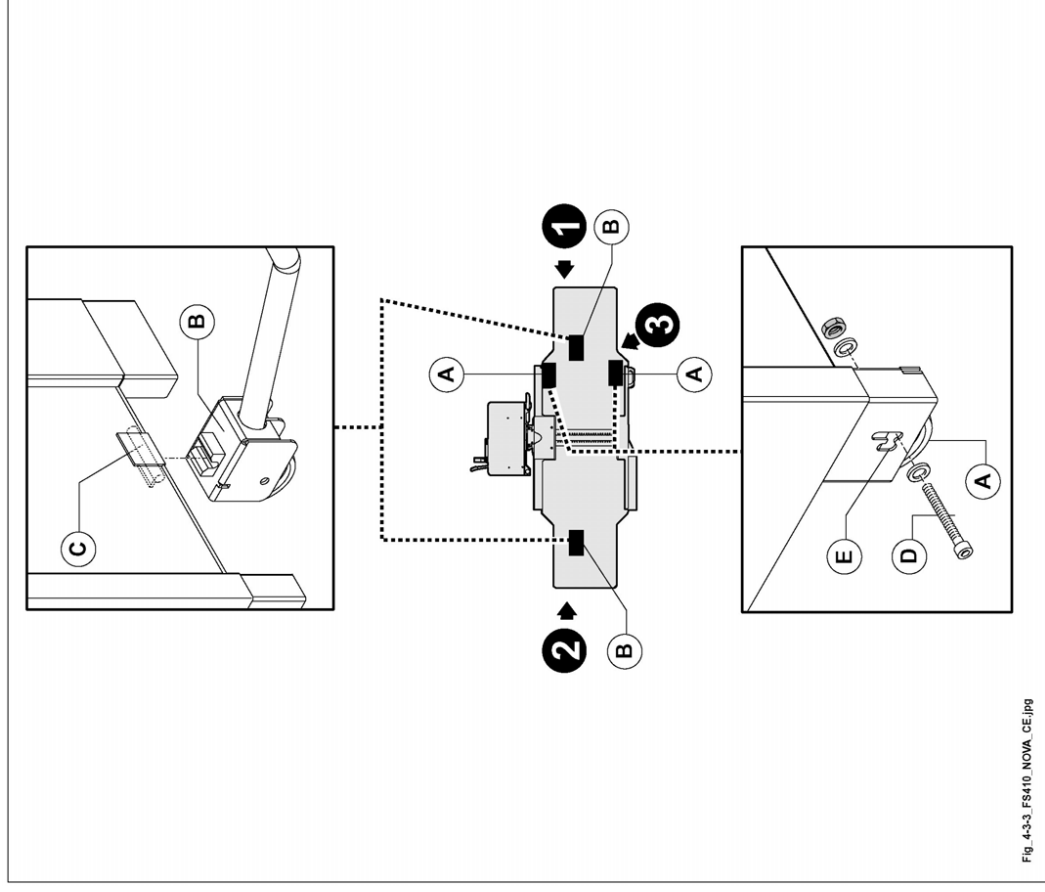

Abb. 4.3-3
- 2 feste Räder (A Abb. 4.3-3).
- 1 Verstellhebel (B Abb. 4.3-3).
- 1) Das Feinblech schlagen, bis sich die bereits für die Halter (C Abb. 4.3-3) und für die festen Räder (A Abb. 4.3-3) vorgesehenen Bohrungen öffnen.
- 3) Die festen Räder (A Abb. 4.3-3) montieren.
- Den Hebel (B Abb. 4.3-3) von der Seite 1 in den Halter (C Abb. 4.3-3) einführen und ihn als Hebel für das Anheben der Maschine verwenden;
- Die festen Räder (A Abb. 4.3-3) in die daneben befindliche Öse (E Abb. 4.3-3); verschieben; sofern erforderlich, das Verschieben durch Einführen eines Sechskantschlüssels in die Schraube (D Abb. 4.3-3) ausführen;
- Den Hebel (B Abb. 4.3-3) von der gegenüberliegenden Seite der Maschine (Seite 2) verlagern, in die Halterung (C Abb. 4.3-3) einführen und mit dem Handling der Maschine fortfahren.